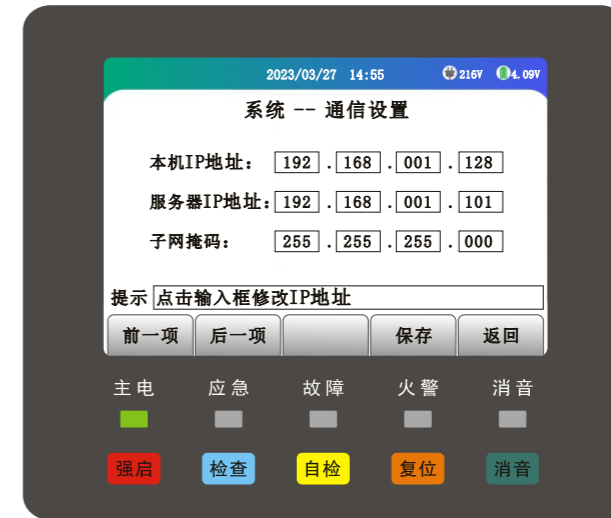

图7.2.7
(6)、点击【IP地址设置】进入通信设置界面，选择要更改的参数，点击【保存】按钮保存当前设置，点击【返回】按钮则返回上一级菜单（如图7.2.7）。